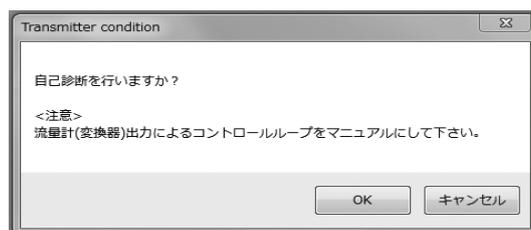

図106
- ③ 「OK」ボタンをクリックします。クリックすると、メッセージボックス(図106)が表示されます。チェックを行いますので、流量計の出力によりバルブ等を制御している場合には、その制御ループをマニュアル制御に変え、制御ループが流量計の出力に影響を受けないような状態にしてください。